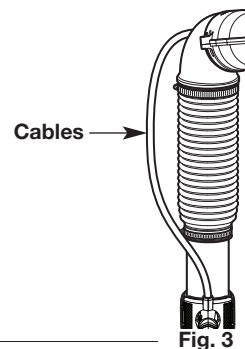

Fig. 3
**NOTE:** Mantenga los cables derechos. Asegúrese de que los cables no queden envueltos alrededor del tubo flexible (Fig. 3).